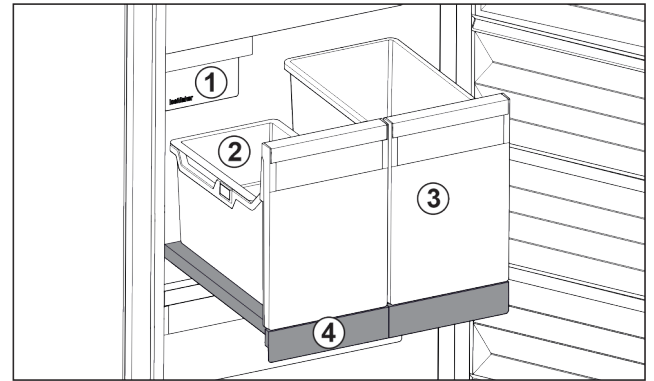

Fig. 22 Ripiano estraibile con IceTower
- (1) IceMaker
- (2) Vaschetta da agganciare per cubetti di ghiaccio
- (3) Contenitori ad es. per pizza, bevande alcoliche
- (4) Ripiano estraibile
Sul ripiano estraibile ci sono due contenitori alti (IceTower). I cubetti di ghiaccio dall'IceMaker vengono raccolti e conservati nel contenitore Fig. 22 (2). Il contenitore Fig. 22 (3) è adatto per conservare alimenti alti come pizze o bevande alcoliche.